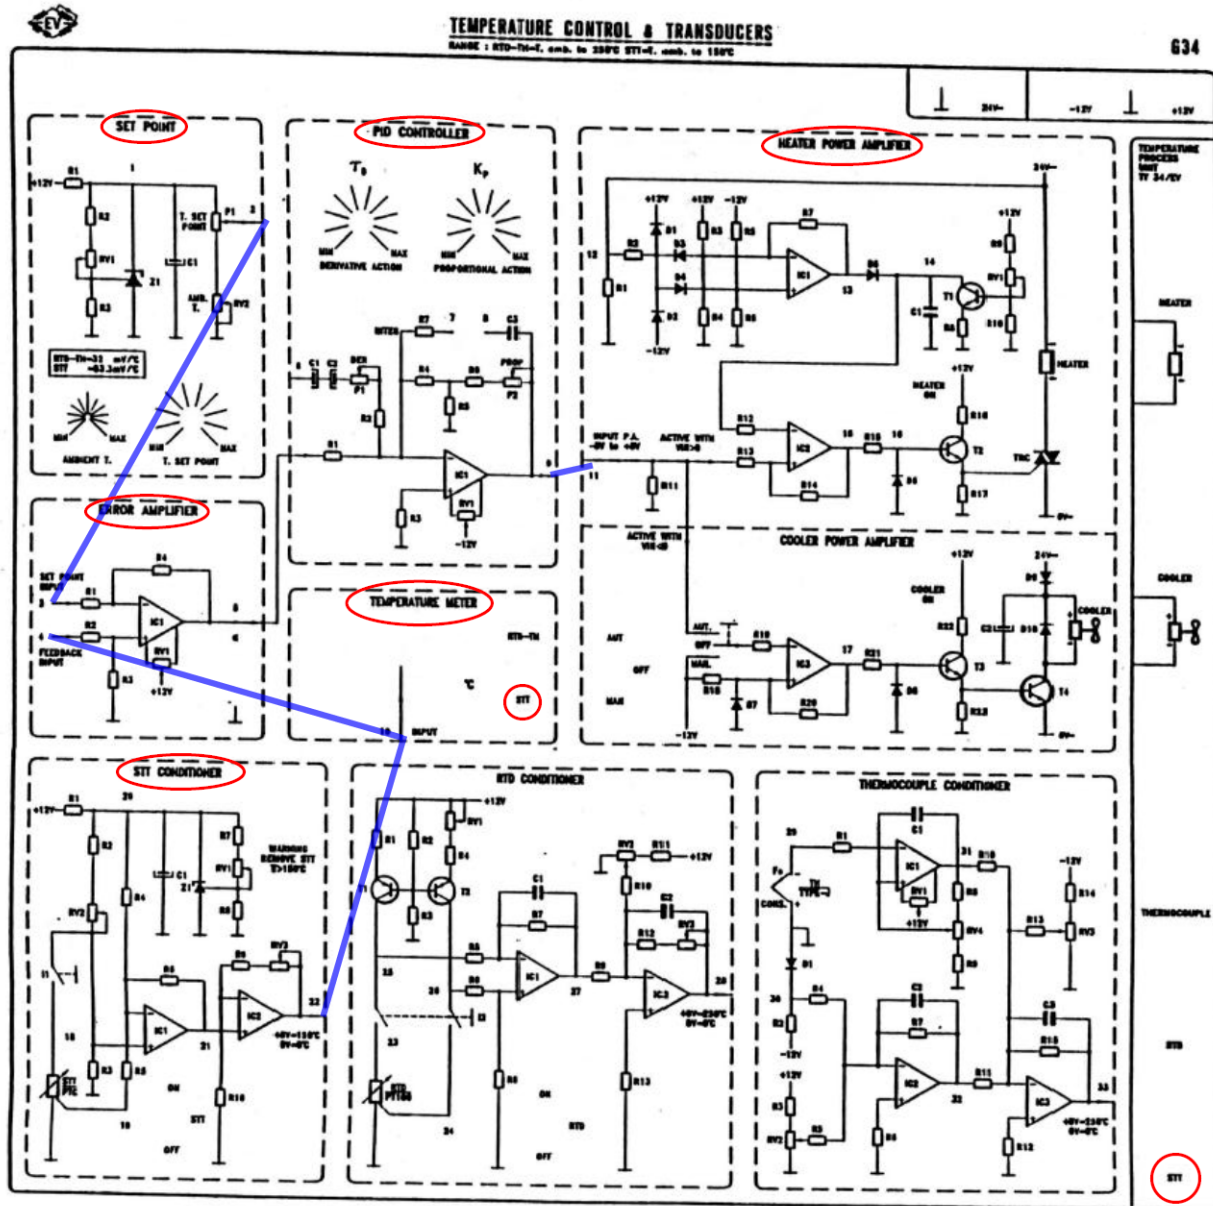

Figura 34. Módulo de control de un sistema térmico
8. Conectar la salida **PID CONTROLLER** (borne 9) con la entrada de **HEATER POWER AMPLIFIER** (borne 11). En la Figura 34 se observa en color rojo las partes del módulo que se utilizarán y en azul, las conexiones necesarias.